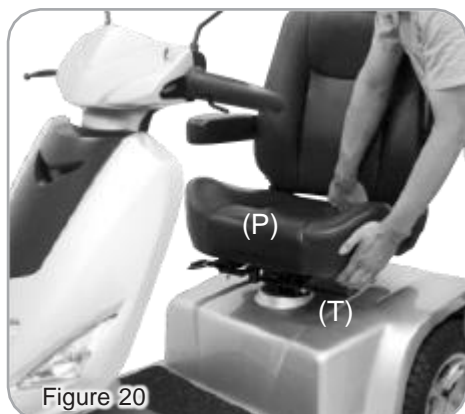

Figure 20
1. Reportez-vous à la page 15 pour le démontage, puis retirez l'assise (P) et le carénage arrière (Z). (Figures 20 et 21)
4. Remontez ensuite le carénage arrière (Z) et l'assise (P) dans la position d'origine. (Figures 20 et 21)
**Si le siège (P) est difficile à retirer, maintenez le levier du siège pivotant (R), puis faites pivoter le siège afin de réduire la résistance et tirez vers le haut.**
**Démontage du carénage arrière (Z) et des Batteries (C1) :**
1. Retirez le carénage arrière (Z) en tirant vers le haut (figure 20).